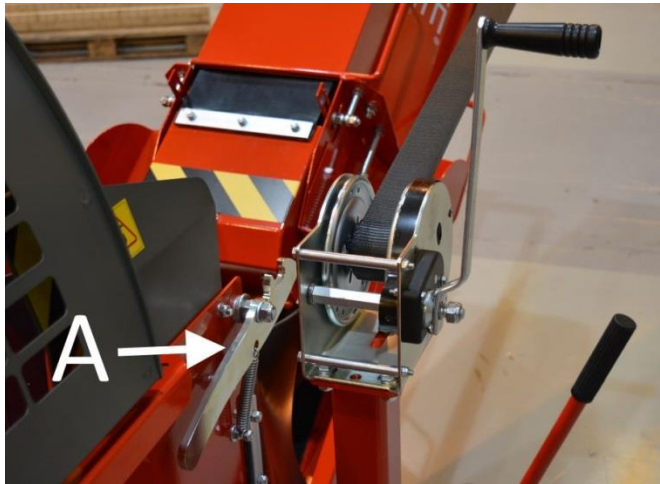

Bild 5.
7. Låt låsning A på bild 5 vara öppen och sänk ner utmatningstransportören i det nedersta läget med hjälp av en vinsch.
5. Lyft transportören med en vinsch tills den låser sig i sitt övre läge. Kontrollera att lås A (bild 5) är ordentligt på plats.